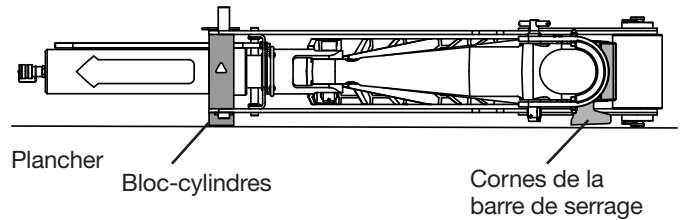

Figure 11
13. Une fois que l'extrémité « START » (DÉMARRER) a dépassé le rouleau, tourner la barre de serrage de façon à ce que la rainure du conduit soit vers le vérin et que les cornes de la barre de serrage touchent le sol. (Fig. 11)